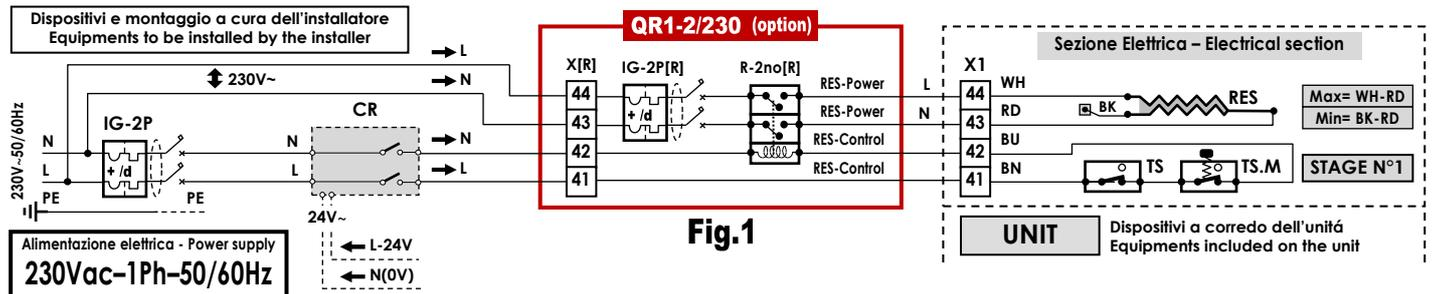
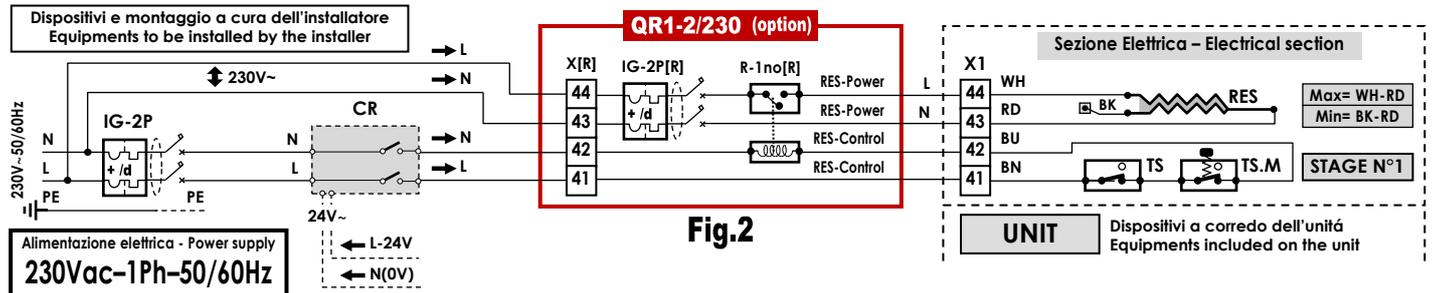

Fig.1
Fig.2
- Il Relè "R-...no[R]" può essere 1,2,...n contatti no (no = contatto normalmente aperto), opp. 1,2,...n contatti co (co = contatto in scambio), con (Fig.1) o senza (Fig.2,3,4) intercettazione del Neutro (in questo caso il Neutro by-passa il Relè).
- Può essere installato un Relè con 1,2,...n contatti no (o co) e per ogni contatto collegata 1 RES (collegamento delle solo Linee "L" delle "n" RES, mentre i Neutri "N" by-passano il Relè). Vedi Fig.2,3,4.
- The "R-...no[R]" Relay can be 1,2,...n no contact (no = normally open contact) or 1,2,...n co contact (co = change-over contact), with (Fig.1) or without (Fig.2,3,4) Neutral interception (in this case, the Neutral by-passes the Relay).
- Can be installed a Relay with 1,2,...n contacts no (or co) and each contact connected to 1 RES (connection of the Line "L" of the "n" RES only, while the Neutral "N" by-pass the Relay). See Fig.2,3,4.